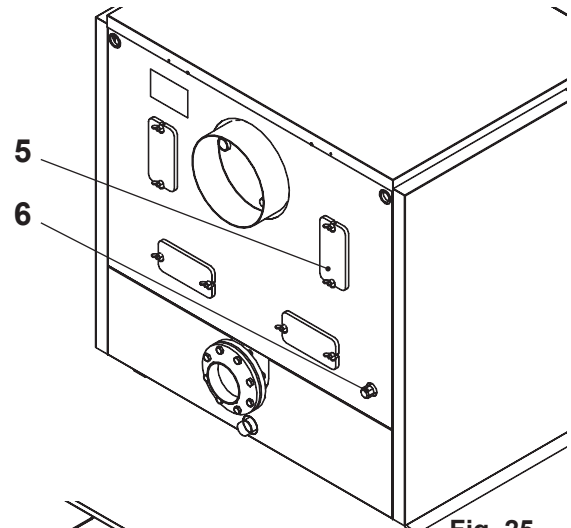
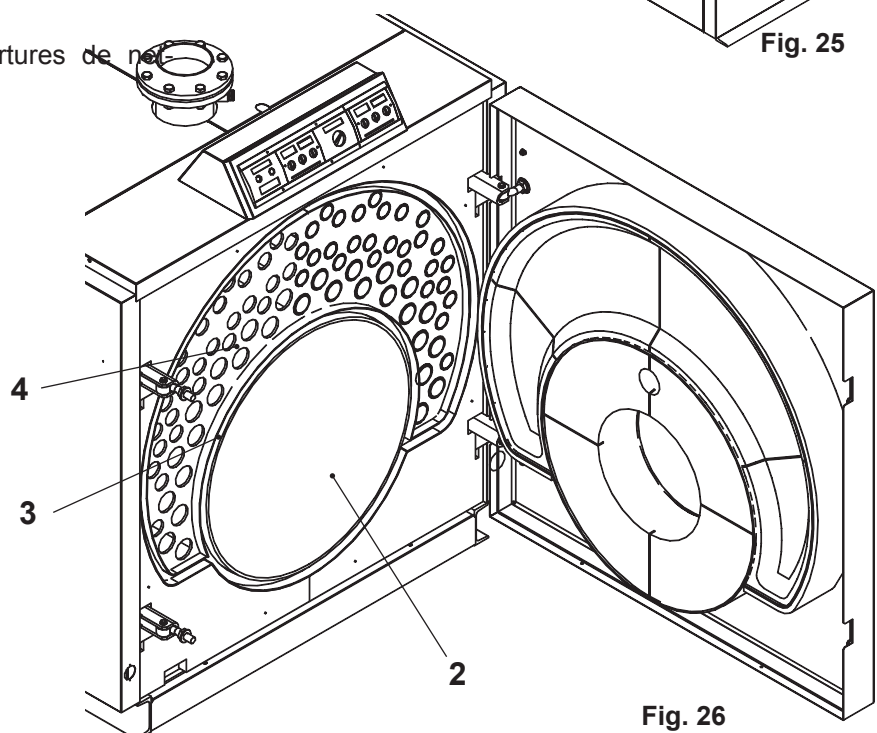

Fig. 25
Fig. 26
- Max-3 plus: éliminer les régulateurs du 3^e parcours (4, Fig. 26) et les nettoyer.
- Nettoyer à fond la chambre de combustion (2), le deuxième (3) et le troisième parcours (4) à l'aide d'une brosse ou d'un procès de rinçage.
- Enlever le couvercle (5, Fig. 25) du collecteur des fumées. Enlever les résidus du collecteur. Brosser à fond la paroi arrière de la chaudière ainsi que les espaces intermédiaires entre les terminaisons des tubes.